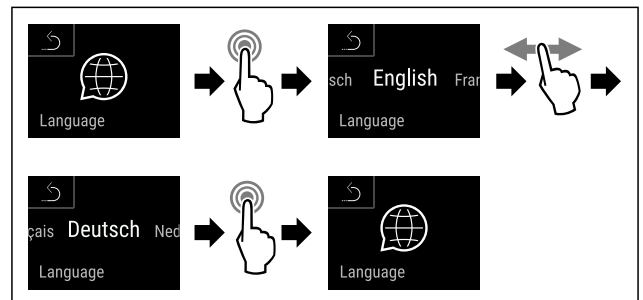

Fig. 105
- ▶ Провести етапи операцій (див. Fig. 105) .